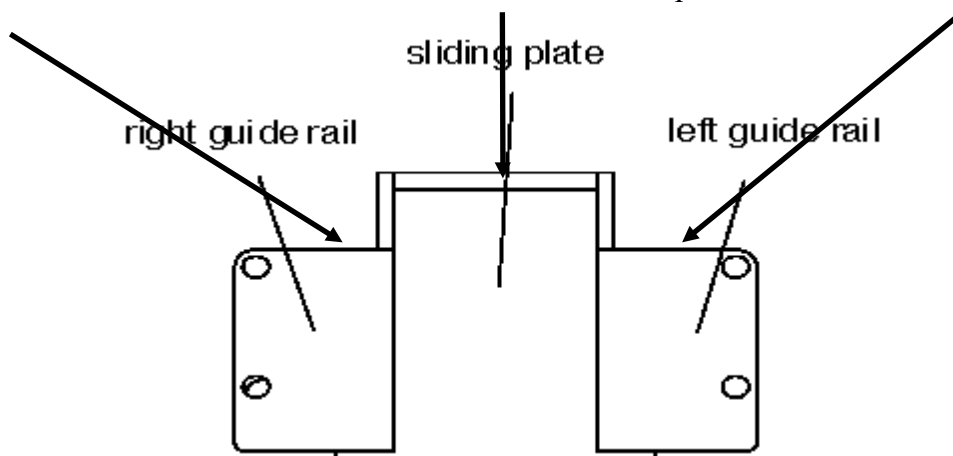
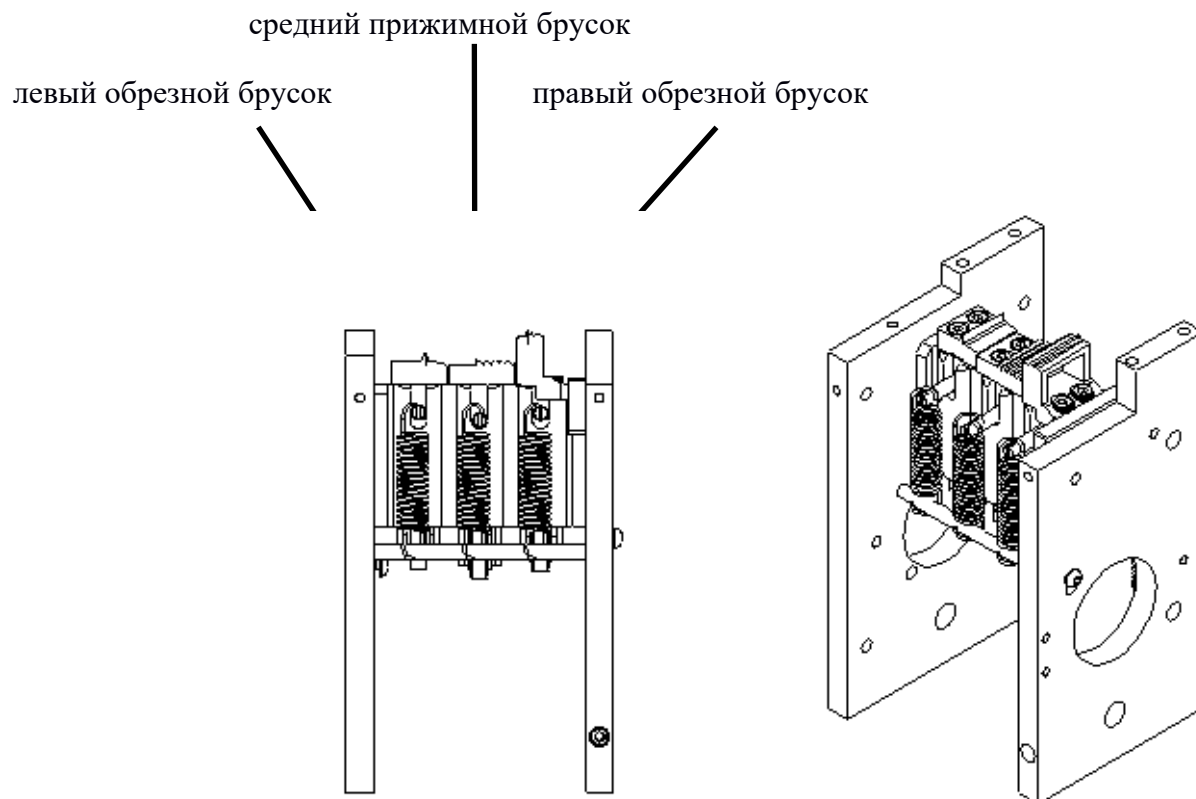

Рис. 3-4
Рис. 3-5
- Основные узлы, обозначенные на Рис. 3-4 / 3-5, должны постоянно находиться смазанными;
1. Подвижная плита (Рис. 3-4), левый обрезной брусок, средний прижимной брусок и правый обрезной брусок (Рис. 3-5) должны быть смазаны машинным маслом. Это **ОБЯЗАТЕЛЬНО !!!**
**Подвижная плита** (Рис. 3-4) находится между левой и правой направляющей. Плита должна четко располагаться в пазах между направляющими. Пазы должны быть всегда очищены и смазаны машинным маслом, чтобы обеспечить беспрепятственное гладкое скольжение плиты. Для обеспечения этого процесса необходимо:
Е – Вручную подвигайте плиту скольжения вперед/назад, чтобы удостовериться в том, что она стоит на месте; при необходимости произведите регулировку левой или правой направляющей (Рис. 3-4) для обеспечения свободного скольжения плиты;
**Обрезные и прижимной бруски** (Рис. 3-5)– одни из основных элементов обвязочной головки стреппинг-машины. Бруски двигаются вверх/вниз в специальной колодке. Движение брусков должно быть гладким и беспрепятственным. Бруски должны быть подвержены регулярной чистке и смазке. Это достигается следующим методом: